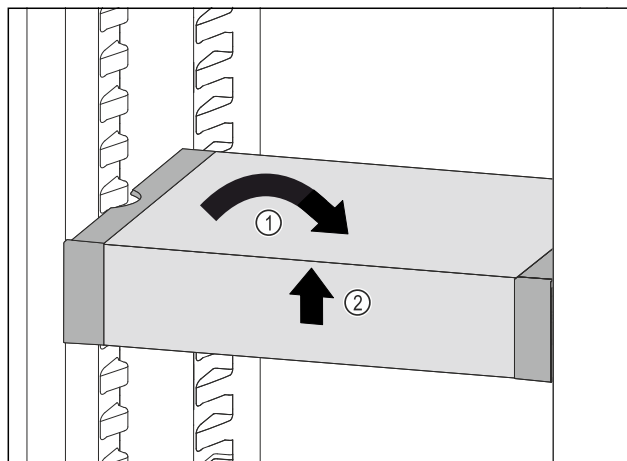

Fig. 171
- Установите VarioSafe прямо. Fig. 171 (1)
- Приподнимите VarioSafe спереди. Fig. 171 (2)